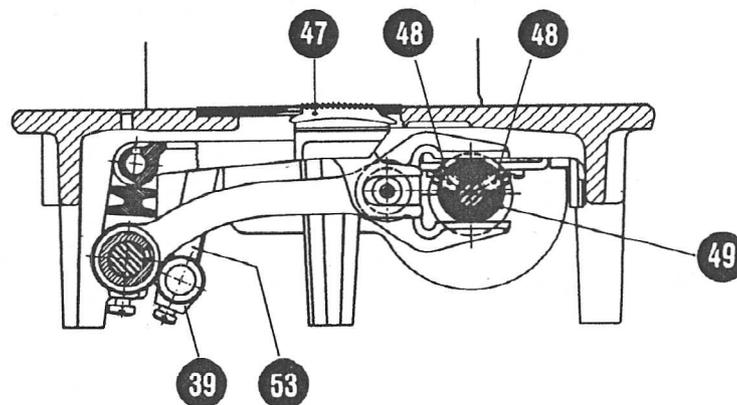
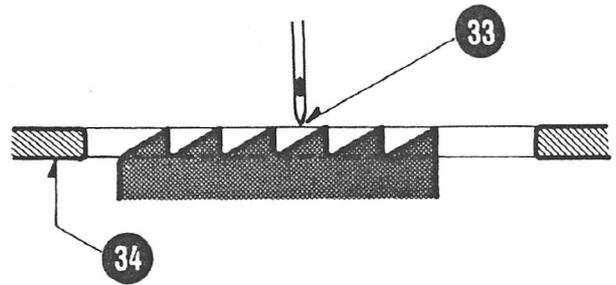

Abb. 16
Abb. 18
Der Hub des Transporteurs, der an dem auf der Plattenwelle sitzenden Excenter (49) eingestellt wird (siehe Abb. 16), ist so einzustellen, dass in dem Augenblick in welchem die Spitze der Nadel (33) beim Abwärtsgang mit der Oberkante der Stichplatte bündig steht, die vordere Zahnreihe des Transporteurs (47) auf gleicher Höhe wie die Stichplatte (34) liegt (Abb. 18).